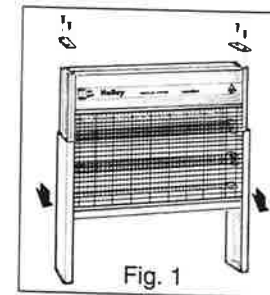

Fig. 2
2. Fjern det sorte beskyttelsesgitter (se fig. 2), og udskift derefter pæren.